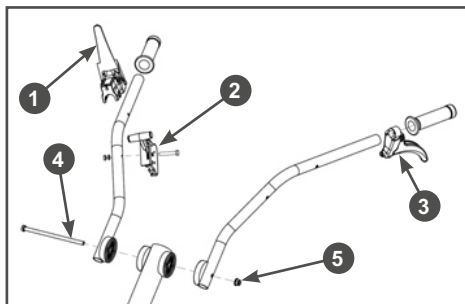

Рис. 6 Установка рукояток управления
(Рис.6).
8. Установите рукоятки управления на стойку (Рис.6). Совместите отверстия в рукоятках и стойке, вставьте болт 4 и закрутите гайку 5 крепления рукояток.